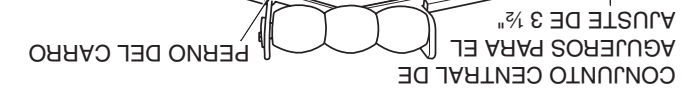

Figura 6-10. Posición 3-1/2" del deflector de corte personalizado
B. Posición 3-1/2" (ajuste de fábrica) - el deflector se instala usando el conjunto central de agujeros en el deflector frontal soldado dentro de la plataforma de corte. (Vea la Figura 6.10) Para cortes de propósito general, coloque el deflector de corte personalizado en la posición 3-1/2". Esto le da la mejor combinación de desempeño de corte en todos los tipos de césped.